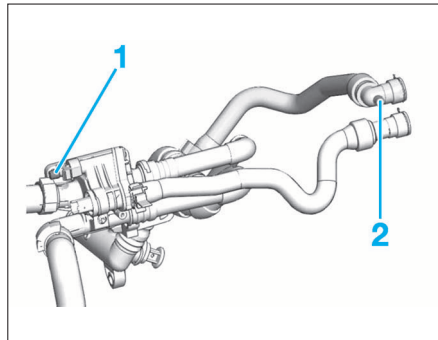

FIG. 32
- Ouvrir les vis de purge (1) et (2) (Fig.32).